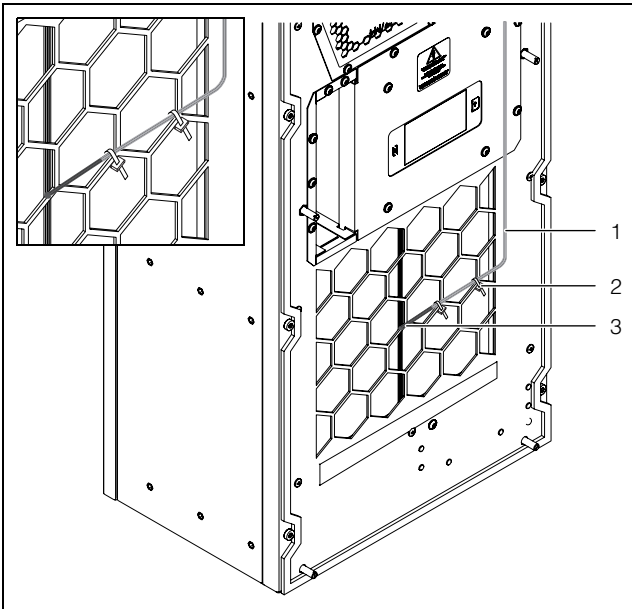

Bild 43: Temperaturgivare framför kallluftsutgången (bilden visar ett exempel)
- För temperaturgivaren till mitten framför kylaggregatets kallluftsutgång (bild 43).